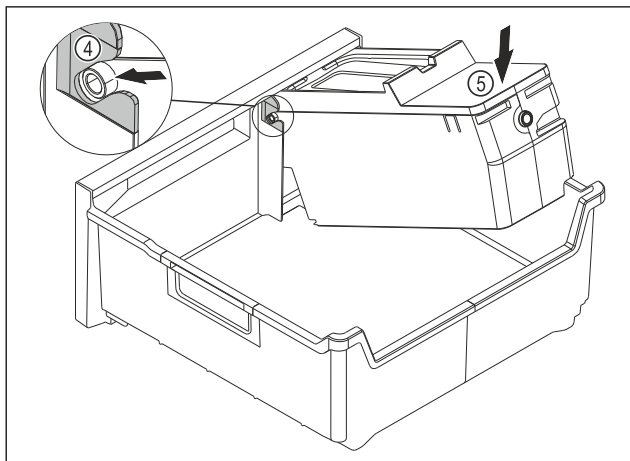

Fig. 124
- EasyTwist-Ice-Korpus montieren: Achsen des EasyTwist-Ice-Korpus in die Führungen Fig. 124 (4) einschieben.
- EasyTwist-Ice-Korpus Fig. 124 (5) hinten nach unten drücken.